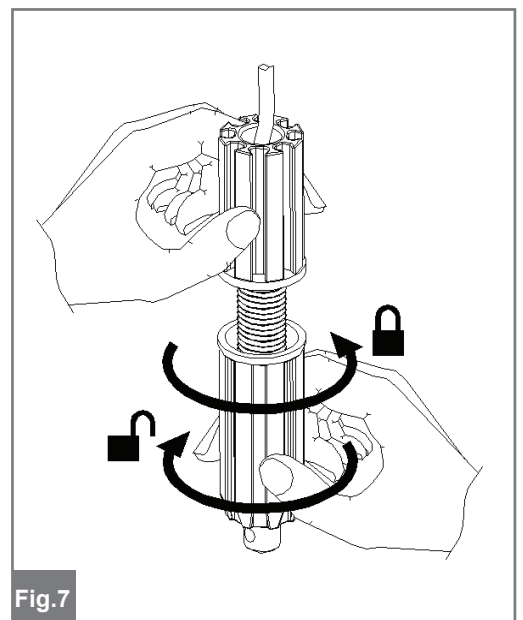

Fig.7
- 17) Después de haber efectuado la instalación mecánica y los contactos eléctricos proceder a regular el movimiento final del cierre como muestra la fig.7.
- 1) Para efectuar el desbloqueo, retenga la parte superior de la empuñadura y gire hacia la derecha la parte inferior (fig.7).
- 1) Para accionar o desbloqueio, segure a parte superior do manípulo e gire no sentido horário a parte inferior (fig. 7).